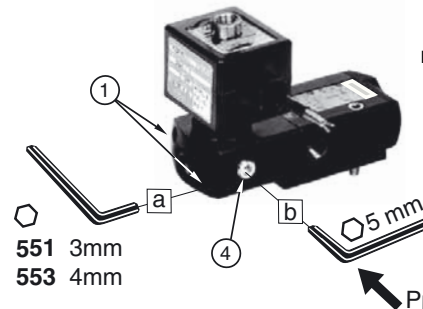

Fig. A1
1. Unscrew and remove the two screws (1) from the pilot end cover with a 3 mm hex key (551) or 4 mm hex key (553) (fig. A1).
2. **551** - Flip selector seal (2) and position it so that blanked position (3) is orientated as shown in **fig. B**.
1. Using a 5 mm hex key, unscrew and remove protective plug (4) (**Fig. A1-A2**)
2. Connect to 2-10bar external pilot pressure supply (Pp) (**Fig. A1-A3**)
N.B. To re-configure for internal pressure supply, proceed as above, taking care to correctly position the selector seals for internal pressure supply, disconnect the supply connection(s), reinstall the 1/8" plugs (4), make leaktight with Loctite 542 (max. torque load 6N.m).
1. Desserrer et enlever les 2 vis (1) de l'embout commande avec une clé 6 pans de 3 mm (551) ou de 4 mm (553) (**fig.A1**)
2. **551**- Retourner le joint de sélection (2) et le positionner en respectant la position de l'oreillette obturée (3) voir **fig.B**.
1. Dévisser et enlever le bouchon protecteur (4) avec une clé 6 pans de 5 mm (**fig.A1-A2**)
2. Raccorder l'alimentation externe de pilotage (Pp) (**fig.A1-A3**). Pression d'alimentation du pilotage : 2 à 10 bar
- Lösen und entfernen Sie die beiden Schrauben (1) auf der Endplatte an der Ansteuerseite mit einem Sechskantschlüssel SW 3 mm (551) oder 4 mm (553) (**Abb. A1**).
- 551** - Drehen Sie die Wechseldichtung (2) um und positionieren Sie sie unter Beachtung der mit einer Lasche abzudeckenden Öffnung (3) wie in **Abb. B** angegeben.
- Schrauben Sie den Schutzstopfen (4) mit einem Sechskantschlüssel SW 5 mm ab (**Abb. A1-A2**).
- Schließen Sie die externe Vorsteuerdruckluft (Pp) an (**Abb. A1-A3**). Vorsteuerdruck: 2 bis 10 bar.